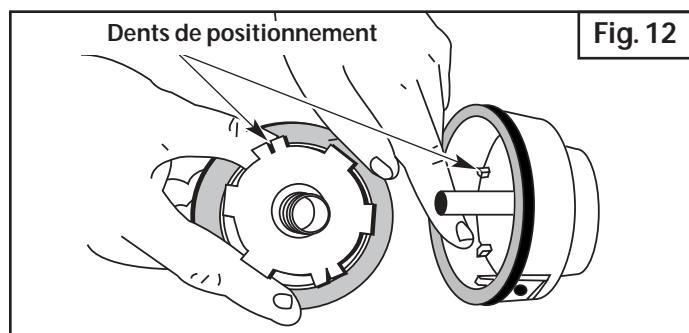

Fig. 12
5. Vérifiez l'état d'usure des dents de positionnement du moulinet et de la bobine (Fig. 12). Enlevez les ébarbures ou remplacez le moulinet et la bobine au besoin.